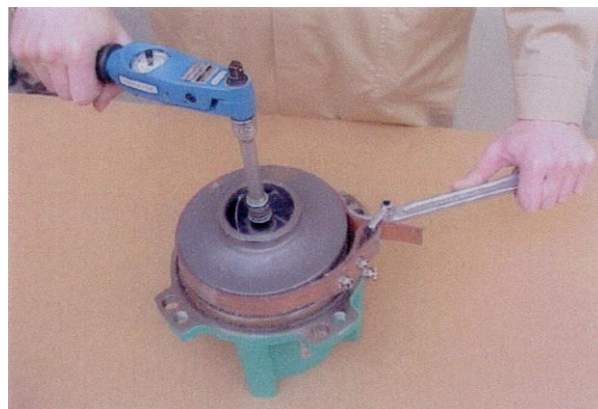

Рисунок 6
- Для крепления рабочего колеса используйте ременный ключ. Удерживая его за внешний диаметр. Контролируйте прилагаемые усилия, чтобы не разрушить торцевое уплотнение (см. рисунок 6).